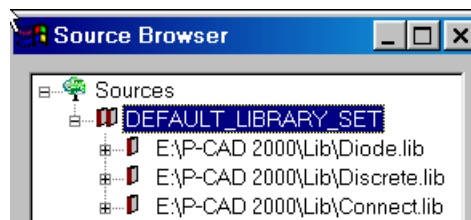

Рис. 8-3. Добавление библиотек в группу
5) Аналогичным образом добавьте в группу библиотеку дискретных элементов (**Discrete.lib**) и библиотеку соединителей (**Connect.lib**), как показано на рис. 8-3.